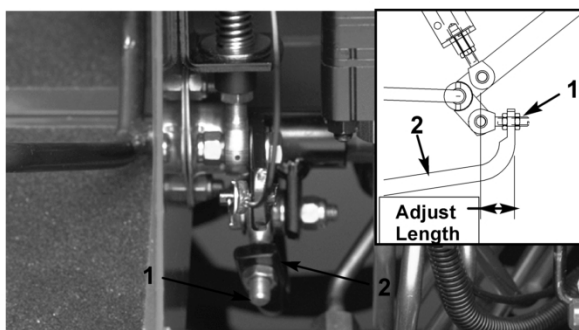

Figure 46
4. Réglez les écrous de blocage à l'extrémité de la tige de la pompe pour avancer le tube de commande et éliminer le déplacement en marche avant ou le reculer et éliminer le déplacement en marche arrière (Figure 46).